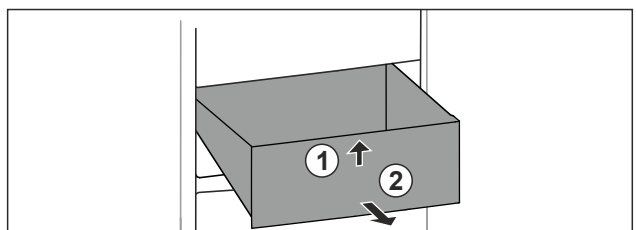

Fig. 91
- ▶ Ridicați sertarul în față. Fig. 91 (1)
- ▶ Extrageți sertarul spre înainte. Fig. 91 (2)